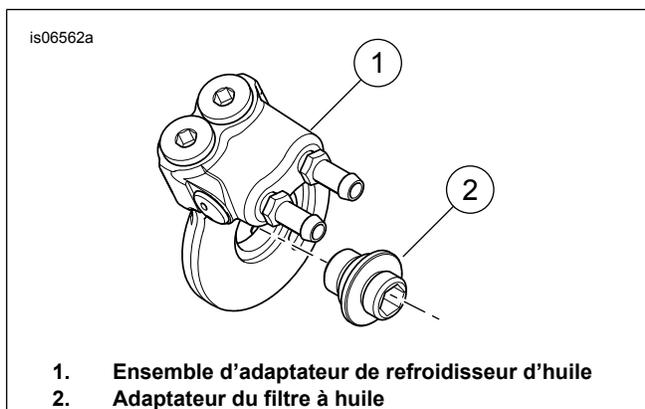

Figure 4. Installer l'ensemble d'adaptateur de refroidisseur d'huile
4. Voir Figure 4. Installer l'adaptateur de refroidisseur d'huile (1) et l'adaptateur de filtre à huile (2). Serrer l'adaptateur du filtre à huile à un couple de 16,3–21,7 N·m (12–16 ft-lbs).